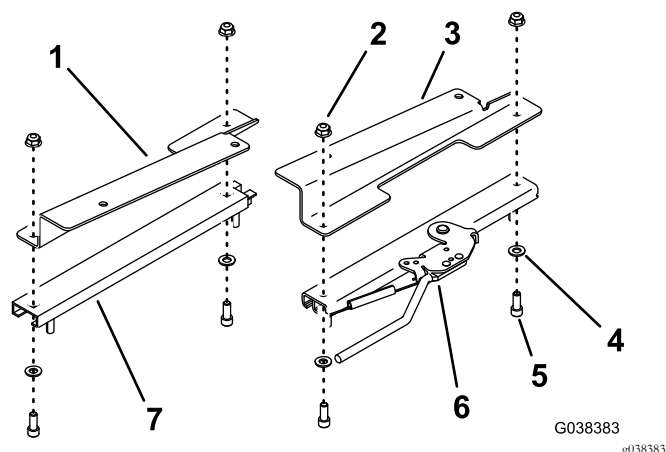

Figura 5
5. Instale os suportes esquerdo e direito do banco nos ajustadores esquerdo e direito usando os quatro parafusos sextavados interiores (5/16 x 3/4 pol.), 4 anilhas chatas e 4 porcas (5/16 pol.), como se mostra na Figura 5.